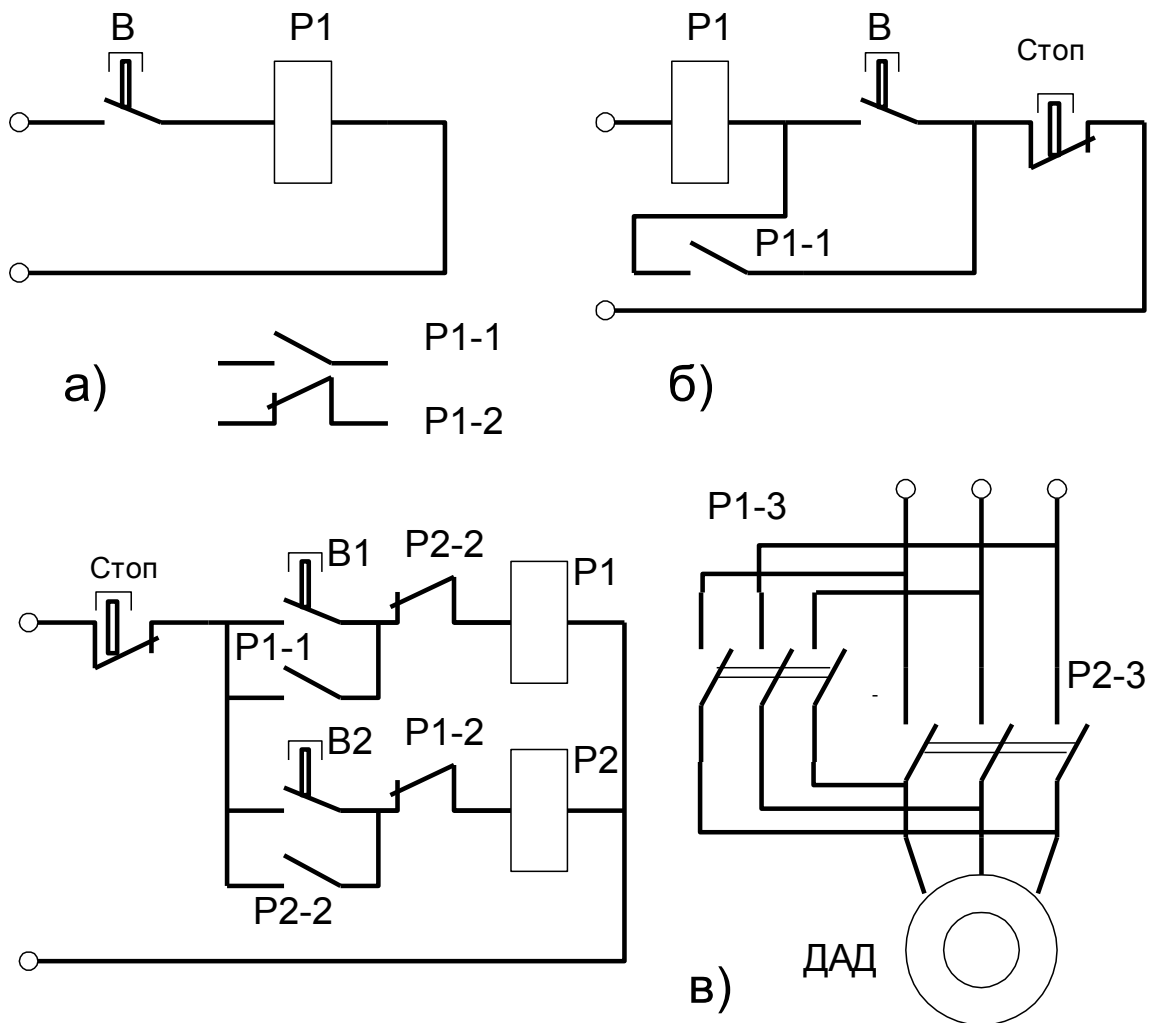

Рис. 4. Релейные схемы
Управление срабатыванием и отпуском реле осуществляется обычно кнопками, которые при нажатии замыкают (или размыкают) цепь питания обмотки реле, а при отпуске возвращаются в исходное положение (рис. 4,а).
Если необходимо, чтобы после отпускания кнопки реле оставалось включенным, используются схемы самоблокировки реле - сохранение замкнутого положения реле после отпускания кнопки рис. 4,б. При этом блокирующими являются включенные параллельно кнопке “Вкл.” контакты этого же реле (отсюда и термин “самоблокировка”).
На рис. 4 приведены некоторые простейшие релейные схемы.
2. Электрические схемы рис. 4 с диаграммами состояния.